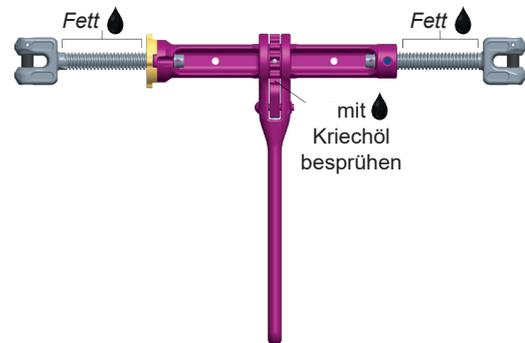

Abb. 7: Fetten am Beispiel des ICE-CURT-GAKO
- 2 Fetten Sie den ICE-CURT-(K)-GAKO an den gekennzeichneten Schmierstellen (Abb. 7).